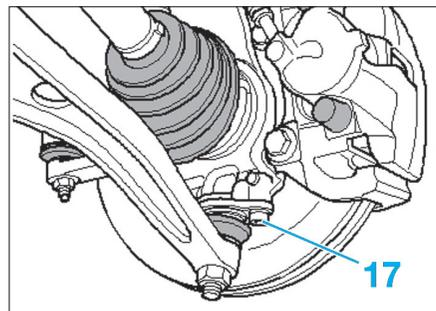

Fig. 12
- Déposer le support du système d'échappement du berceau (18) (Fig.12).